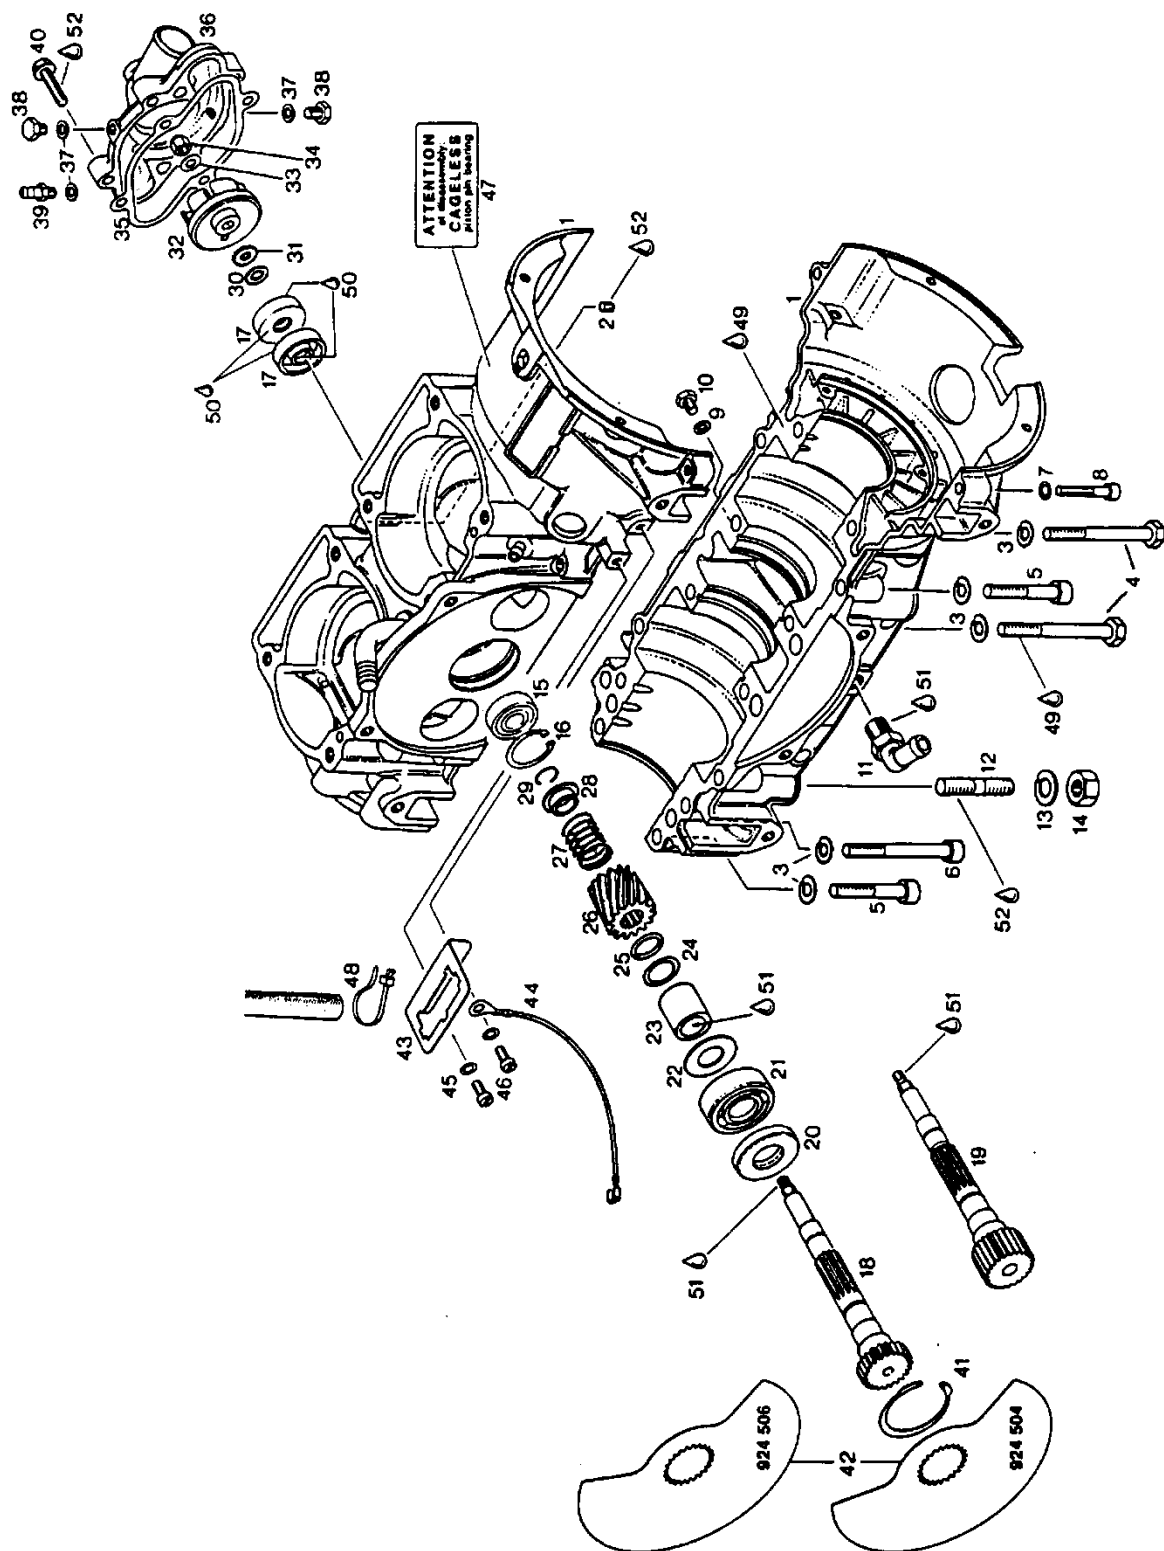

Рис. 8. Картер двигателя
Картер - базовая деталь двигателя (рис. 8), в которой размещены коленчатый вал с шатунами и подшипниками и вал привода дискового золотника. Картер воспринимает различные по величине и характеру силы, действующие на коленчатый вал в процессе работы двигателя. Картер - тунельного типа, разъемный и состоит из верхней и нижней половин, отлитых из алюминиевого сплава и совместно механически обработанных. Разъем картера проходит в горизонтальной плоскости по оси коленчатого вала и уплотняется специальным герметиком. Половины картера центрируются по наружным обоям коренных подшипников коленчатого вала и собираются с помощью 16 болтов. Болты затягиваются перекрестно. В нижней части картера имеются 4 резьбовые шпильки М10 для крепления двигателя к мотораме. В верхней части картера расположены 8 резьбовых отверстий М8 для крепления цилиндров. В передней части картера (РТО) расположены 8 резьбовых отверстий М8 для крепления редуктора. В задней части картера (MS) расположены 6 резьбовых отверстий М5 для крепления статора магнето-генератора и датчиков системы зажигания. В правой части картера (если смотреть со стороны РТО) расположены 4 резьбовые отверстия для крепления крышки дискового золотника. Кроме того, в правой и левой частях картера имеются по 4 резьбовых отверстия М8 для крепления агрегатов двигателя. На левой части картера расположен водяной насос. В верхней части картера, справа, около цилиндра MS, врезан штуцер пневматического привода для топливного насоса. При необходимости, с помощью стопора 876 195, через штуцер можно заклинить КВ в положении поршня РТО в ВМТ. В центральной части картера, под прямым углом к оси коленчатого вала, расположен вал для привода дискового золотника, водяного насоса и масляного насоса (для двигателей с отдельной системой смазки).
К рис. 8
К рис. 8. (продолжение)